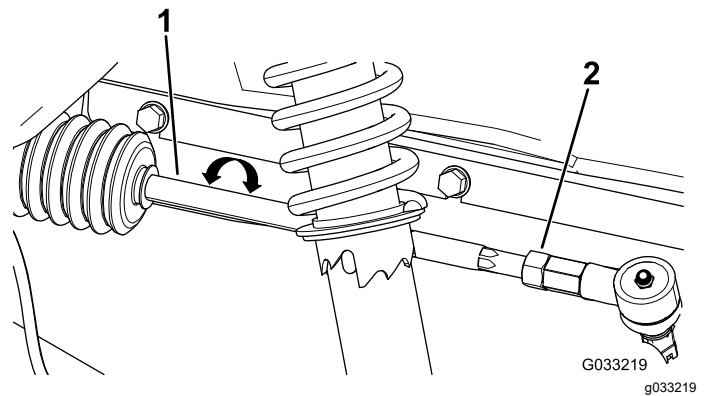

Figura 102
- Afloje las tuercas autoblocantes en el extremo exterior de las bielas (Figura 102).